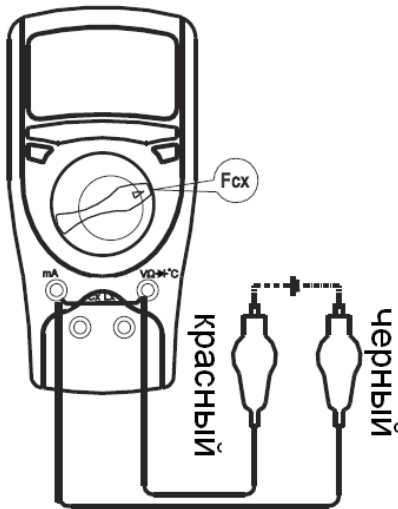

Рисунок 7
**G. Измерение емкости** (рисунок 7)